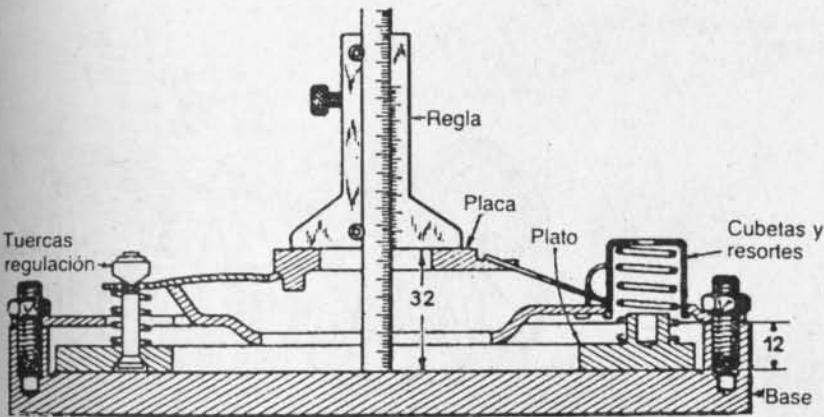

Fig. 5-3.— Base de armado y regulación de prensa
**Armado y regulación.**— Colocar la placa de presión, con sus tres tornillos de accionamiento, en la base de armado (Fig. 5-3). Instalar los resortes de presión, con las arandelas necesarias que pudieran necesitarse. Colocar la placa de cierre, patas, espejo, resortes y tuercas de los tornillos. Apretarlos por parejo, hasta que la placa espejo quede a 32 mm. del plato de presión. La altura entre el plato y la placa de cierre es de 12 mm., como se indica en la figura.